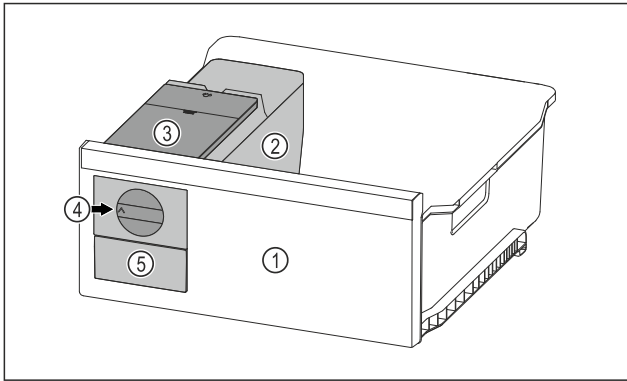

Fig. 90 Примерное изображение
- ▶ Поверните поворотную кнопку Fig. 90 (4) по часовой стрелке до упора.
▷ Кубики льда упадут из ванночки для кубиков льда в выдвижной ящик для кубиков льда Fig. 90 (5). Если не все кубики льда извлекаются из ванночки для кубиков льда: